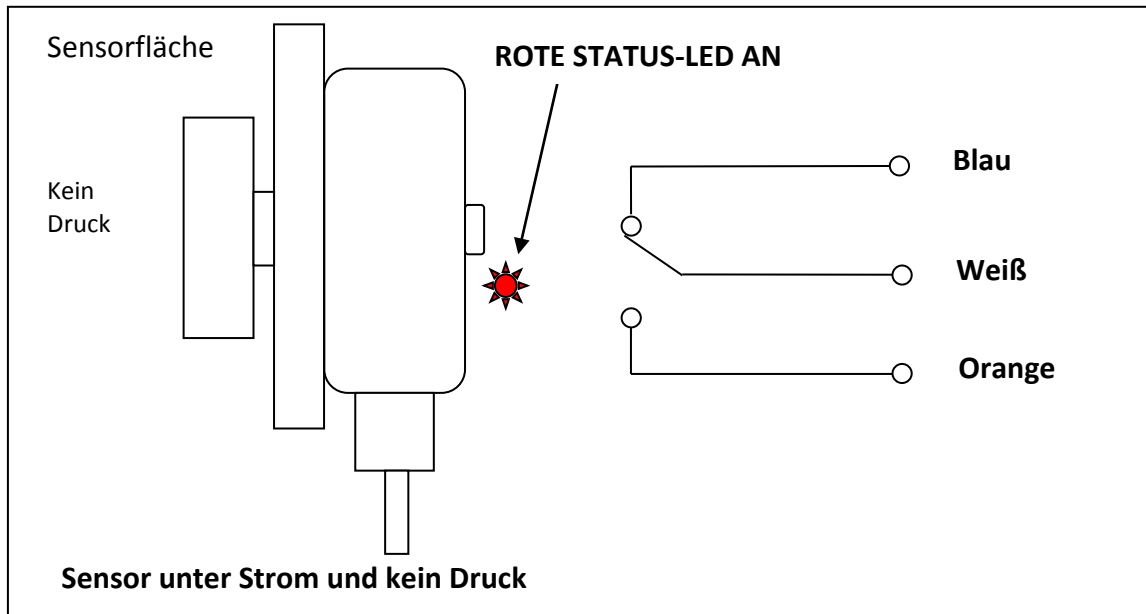
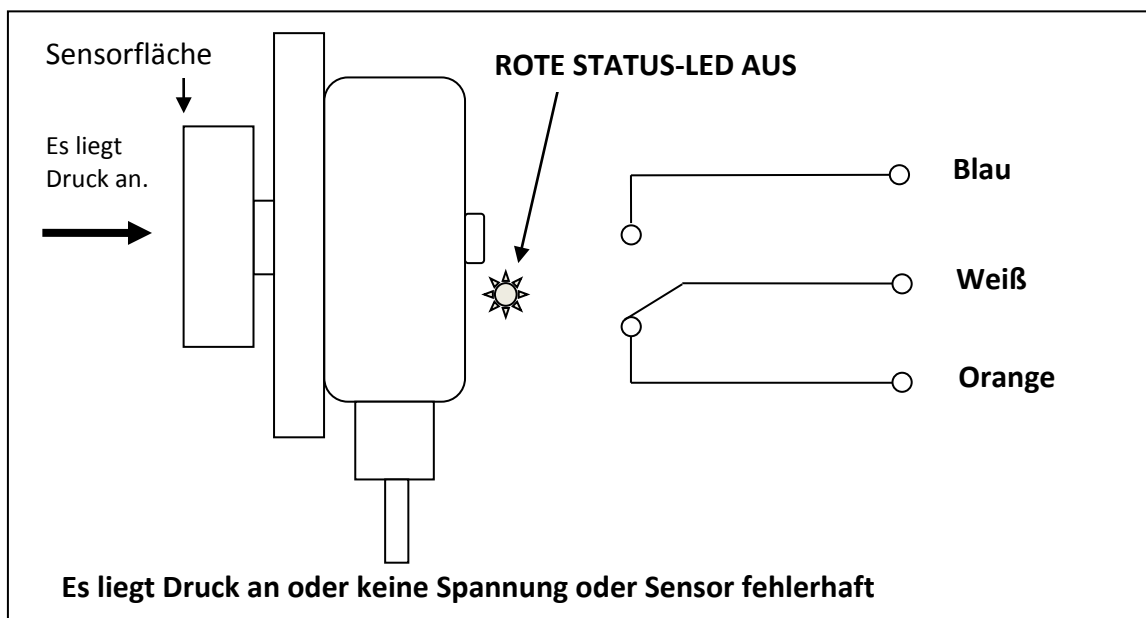

Abbildung 8 – TouchSwitch in ordnungsgemäßem Zustand
Abbildung 9 – TouchSwitch in Alarmzustand
Dies ist ein elektronischer Drucksensor. Der Sensor reagiert auf den auf die Sensorfläche ausgeübten Druck. Wenn der **Druck höher ist als 3,6 kg**, schaltet der Sensor das Relais auf **Alarm** (siehe Abbildung 9). Wenn der Sensor korrekt angeschlossen ist und funktioniert und kein Druck auf die Sensorfläche ausgeübt wird, schaltet der Sensor das Relais ein und zeigt den regulären Betriebszustand durch Aufleuchten einer Status-LED an (siehe Abbildung 8).
- 1) Überzeugen Sie sich, dass die rote Status-LED „Ausgang“ am Gehäuse des Sensors (siehe Abbildung 8) AN ist und weder der Gurt noch die Trommel den Sensor berühren.
- 3) Überprüfen Sie, ob die Alarm- und Abstelleinrichtungen des gesamten Systems vorschriftsmäßig funktionieren (siehe Abbildung 9).